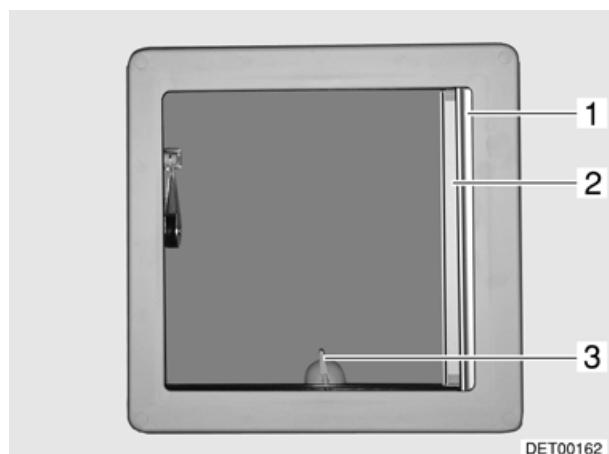

Bild 36 Kipp-Dachlüfter
- Zum Ausstellen den Hebel (Bild 36,3) eine viertel Umdrehung entgegen dem Uhrzeigersinn drehen und Kipp-Dachlüfter am Hebel nach oben drücken.
- Hebel (Bild 36,3) eine viertel Umdrehung im Uhrzeigersinn drehen.
- Faltverdunklung (Bild 36,1) in Pfeilrichtung ziehen und an gewünschter Position loslassen. Die Faltverdunklung bleibt in dieser Position stehen.
- Insektschutzrollo (Bild 36,2) in Pfeilrichtung ziehen, bis es an der Verriegelung an der gegenüberliegenden Seite einrastet.